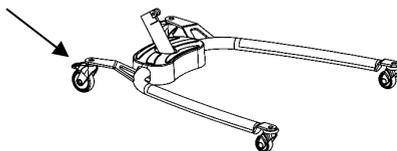

Fig. 1.6A
1. Placer le châssis au sol et bloquer les roues grâce au frein (Fig. 1.6A)